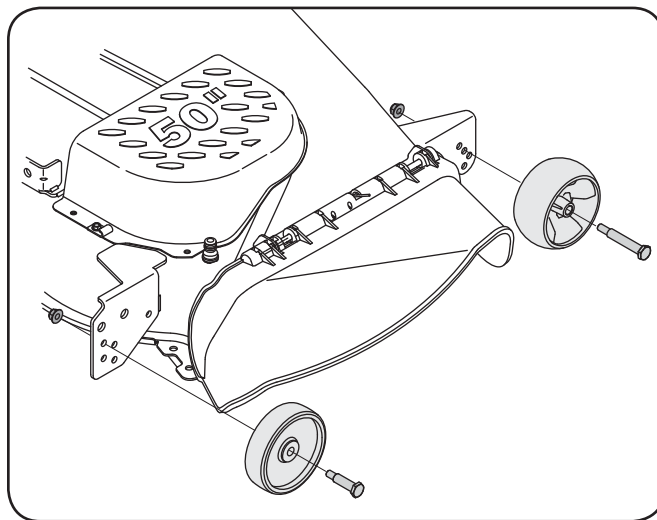

Figure 3-4
- b. Démontez les roues de guidage avant et arrière (en option) en enlevant les écrous de blocage et les vis à épaulement qui les retiennent sur le plateau de coupe. Voir la Figure 3-4.